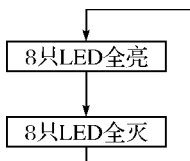

图 2-6 LED 全亮全灭流程图
(1)我们首先编写一个程序让 8 只 LED 全亮全灭闪烁.程序设计的思路如图 2-6 所示.